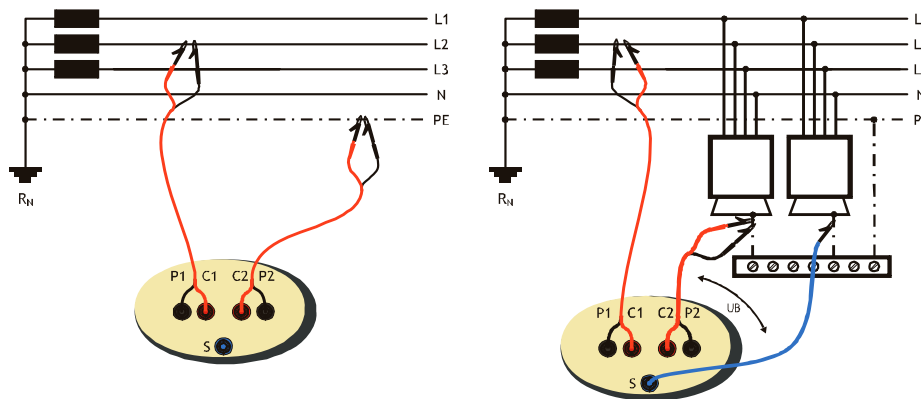

Bild 5.5: Messung der Schleifenimpedanz und der Berührungsspannung  $U_B$
- Zur Messung der L-PE-Impedanz siehe Kapitel 5.2, Bild 5.5.
- ❑ Drücken Sie die Taste TEST am Eurotest AT (XA), um die Impedanz zu messen.
Zur Messung der L-PE-Impedanz siehe Kapitel 5.2, Bild 5.5.
**Schritt 2** Prüfkabel an die zu prüfende Komponente anschließen. Anschlusspläne in Bild 5.5 zur Durchführung der Messung der Fehlerschleifenimpedanz befolgen.
**Ub**..... Berührungsspannung beim unbeeinflussten maximalen Fehlerstrom. (Die Berührungsspannung wird gegen die Messfühlerklemme S gemessen, wenn sie gemäß Bild 5.5 angeschlossen ist.)
- Der ImpedanzTester A1143 wird vom Eurotest AT (XA) bei seinen Z-Leitungs- und Z-Schleifenfunktionen automatisch erkannt, wenn die Verbindung zwischen dem Tester und dem Instrument aktiv ist.